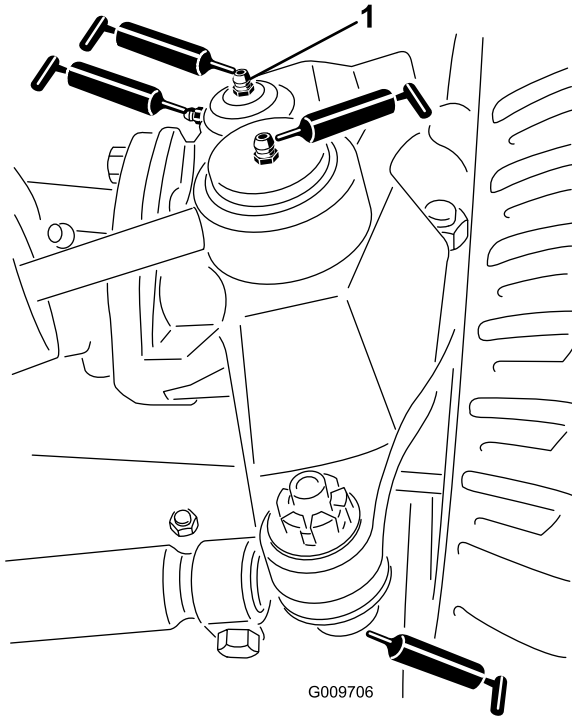

Bild 81
- Lenkzylinder-Kugelgelenke (2) (Bild 81)
- Spurstangen-Kugelgelenke (2) (Bild 81)
- Achsschenkelbolzen (2) (Bild 81) **Fetten Sie die obere Armatur am Achsschenkelbolzen nur einmal jährlich (2 Pumpen).**